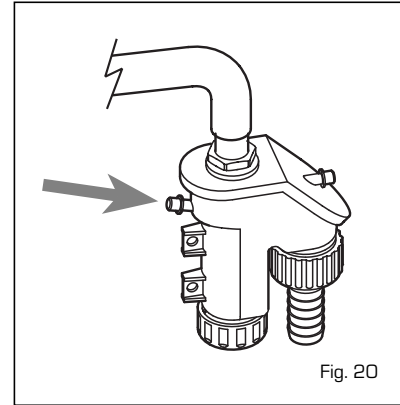

Fig. 20
4.5 MANTENIMIENTO (fig. 20)
correspondiente (fig. 20).